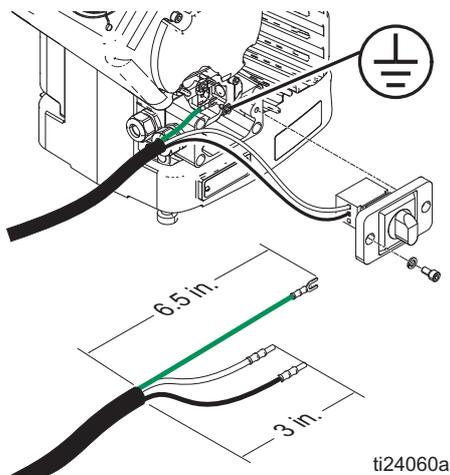

FIG. 2: Cable de alimentación
- Añada virolas si fuera necesario. Consulte FIG. 2.